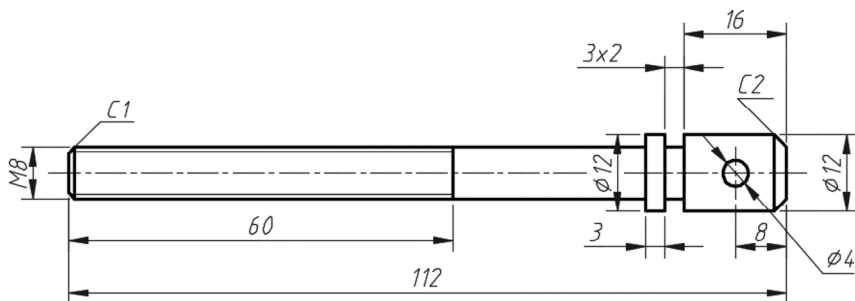

图 12-67 标注两处倒角
21) 标注倒角。使用 LINE 命令为相应的倒角绘制指引线（需要启用对象捕捉和对象捕捉追踪等功能），并使用 MTEXT 命令在指引线基线上方创建倒角尺寸的注释文本，结果如图 12-67 所示。